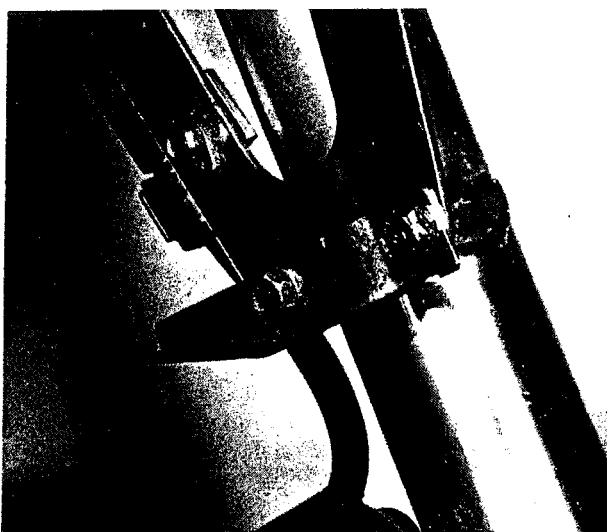

Bild 208
- Das mit zwei Schrauben an jedem Gleitrohr befestigte Schutzblech samt seiner Halterung ausbauen (Bild 208).